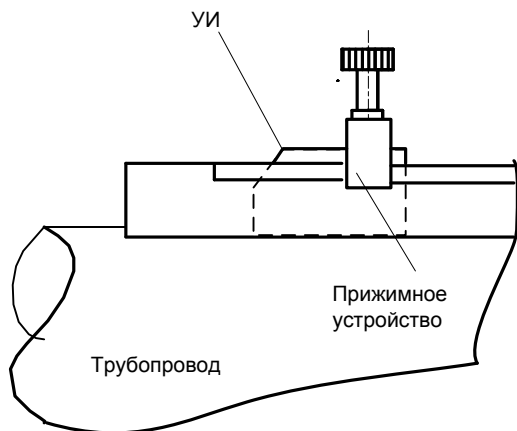

рис. 2
11.3.3. На рабочую поверхность излучателя УИ1(+V) нанести слой смазки толщиной $0,5 \div 1,5$ мм и вставить его в установочный профиль, при этом стрелка на излучателе должна совпадать с направлением движения потока жидкости и излучатель УИ1(+V) должен быть выше по течению, чем излучатель УИ2(-V). Излучатель плотно прижать рукой к предварительно зачищенной поверхности трубопровода и немного подвигать вперед-назад, чтобы раздавить слой смазки. Затем излучатель прижать к поверхности трубопровода прижимным устройством (см. рис. 2) так, чтобы верхний скос крышки был напротив риски на трубе.